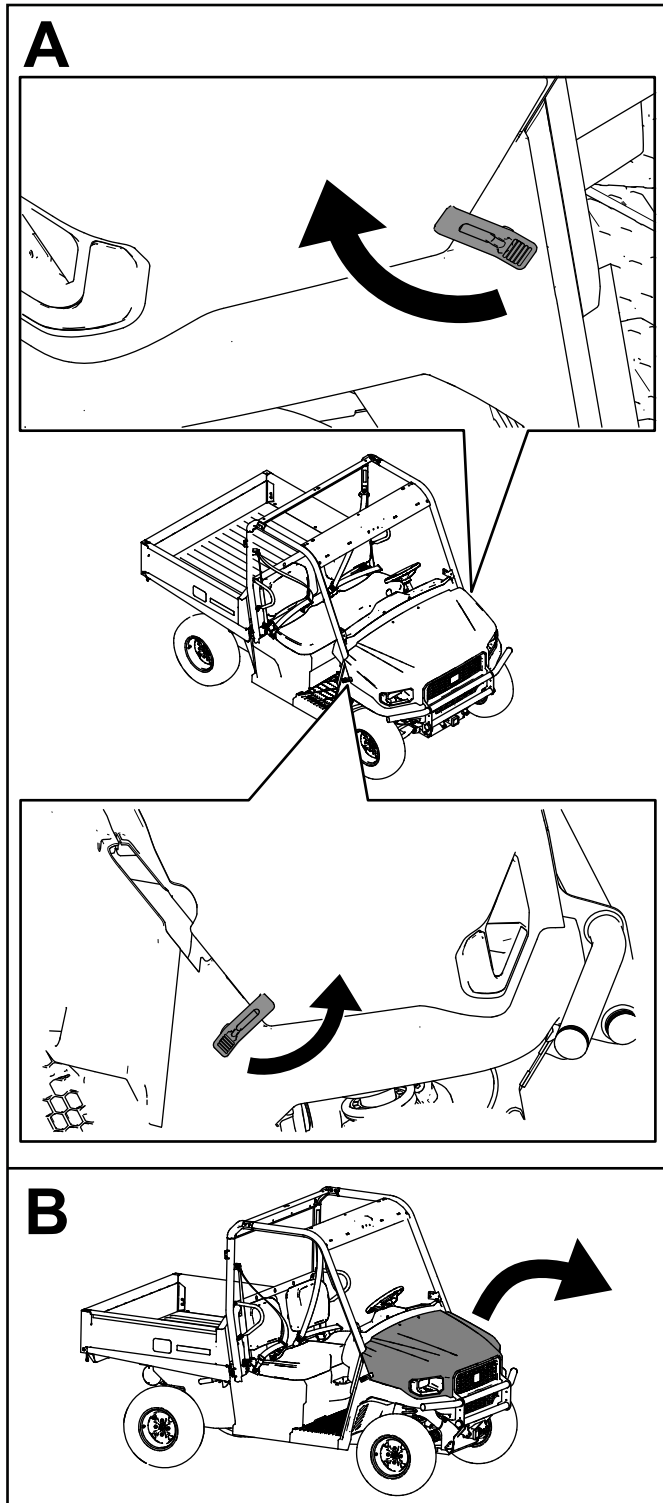

Figure 60
2. Fixez le capot en alignant les loquets en caoutchouc sur les ancrages de verrouillage de chaque côté du capot (Figure 60).